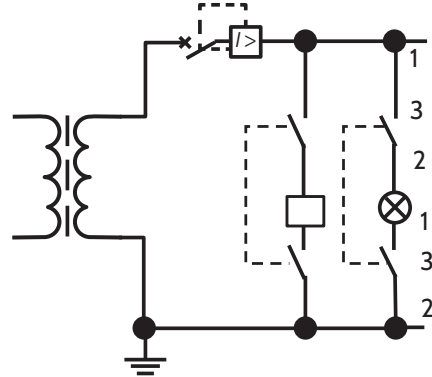

Figura-8 Método b1) Circuito de comando no puesto a tierra alimentado por un transformador
1) deben tener interruptores bipolares que operen en ambos conductores (ver Figura 8); o
Nota 1 El Método b1) también puede ser empleado para los circuitos de comando de DC. En este caso el transformador mostrado en la figura 8 es reemplazado por una Fuente de alimentación de DC